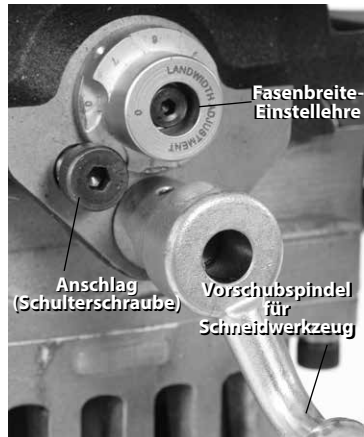

Abbildung 18 – Einstellung der Fasenbreite-Einstellehre
6. Stellen Sie die gewünschte Fasenbreite (Abbildung 18) mit der Fasenbreite-Einstellehre ein. Bei Einstellung "0" entsteht keine Fase am Rohrende. Jeder Schritt auf der Fasenbreite-Einstellehre entspricht einer Differenz von $\frac{1}{32}$ " (0,8 mm) zum benachbarten Schritt. (1 ~ 0.03" (0,8 mm) Fasenbreite, 2 ~ 0.06" (1,6 mm) usw.) Stellen Sie die Lehre so ein, dass sie mit dem unteren Rand des Kopfes des Anschlags fluchtet.
8. Bewegen Sie mit einer gleichmäßigen unterbrochenen Drehung der Vorschubspindel im Uhrzeigersinn (Abbildung 18); den Schneidkopf ins Werkstück, bis der Anschlag die Fasenbreite-Einstellehre berührt. Verwenden Sie kein Schneidöl oder Kühlmittel.